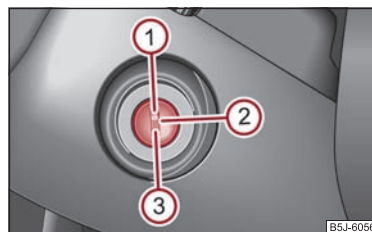

Abb. 94 Zündschlossstellungen
- Den Motor schalten Sie durch Drehen des Zündschlüssels in Stellung aus ⇒ Seite 92, Abb. 94.